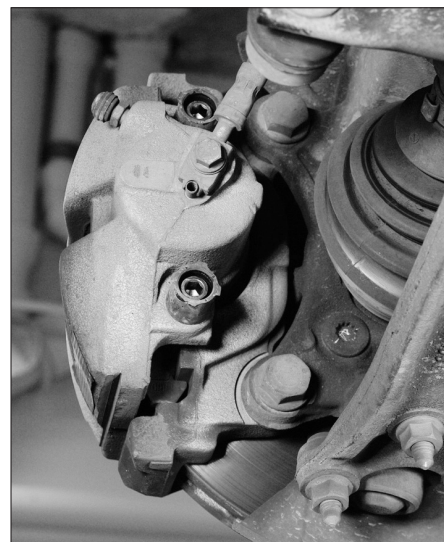

Fig. 7
- Déposer les vis de colonnette de l'étrier (Fig.7).